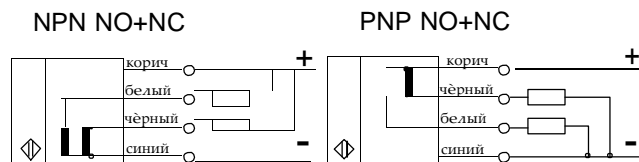

Рис. 1
3. После включения светодиода в течение 0.5 секунды необходимо произвести следующее касание сенсора и дождаться отключения светодиода (п. 1-2). При выполнении четырёх циклов п. 1-2, светодиод загорится синим цветом на 0.5 секунды и плавно переключится на зелёный цвет, что говорит об успешном входе в режим обучения. Цветовая маркировка проводов кабеля датчика указана на корпусе. Схемы подключения приведены на рис. 1.